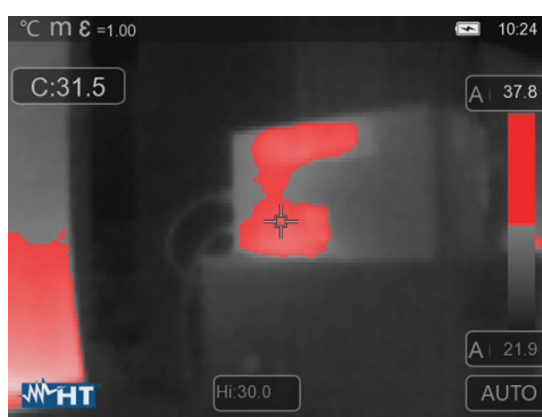

Fig. 40: Selezione isoterma Allarme sopra Temp.
5. Toccare il campo "Hi" nella parte bassa del display e usare i tasti freccia < o > per impostare il valore della soglia di temperatura **massima** oltre il quale lo strumento mostra i punti dell'immagine in colore rosso e in grigio i restanti punti (vedere Fig. 40)